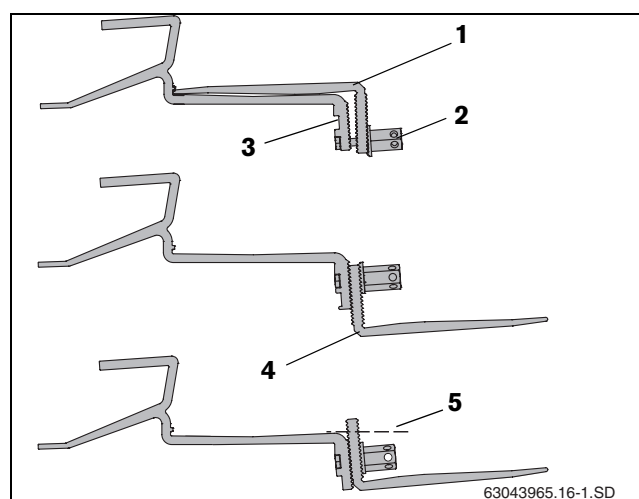

Fig. 39 Fixer le crochet au chevron
Sur certaines couvertures il peut s'avérer nécessaire de poser des planches/madriers sous la partie inférieure du crochet (→ fig. 39, [4]) pour que celui-ci soit posé en haut sur la tuile.
- Serrer à fond l'écrou long à tête hexagonale (→ fig. 39, [2]).
- Insérer la vis dans la perforation supérieure (→ fig. 39, [3]).
- Fixer la partie inférieure du crochet (→ fig. 39, [1]) sans serrer. Le raccord ne doit pas encore être serré à fond.